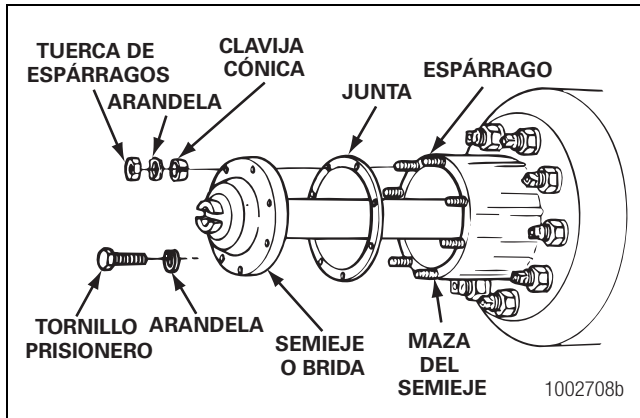

Figura 3.2
4. Aparte las clavijas cónicas y separe los semiejes del conjunto principal de la maza del eje. Figura 3.2.
4. Extraiga las clavijas cónicas y separe el semieje del conjunto principal de la maza del eje. Figura 3.2.